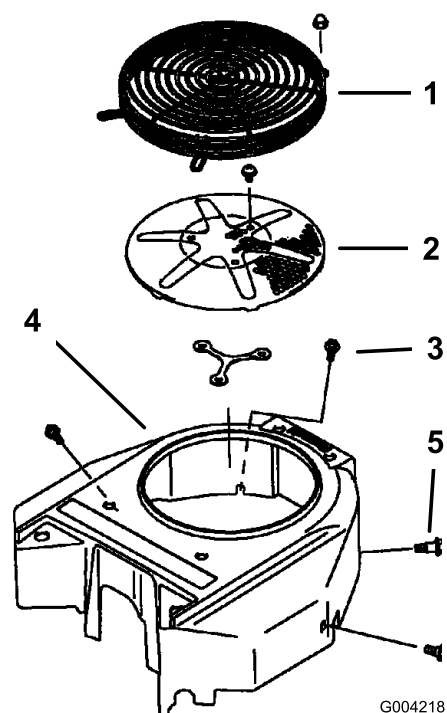

Figure 59
3. Enlevez la grille d'entrée d'air et le boîtier du ventilateur (Figure 59).
5. Remettez la grille d'entrée d'air, le lanceur et le boîtier du ventilateur (Figure 59).